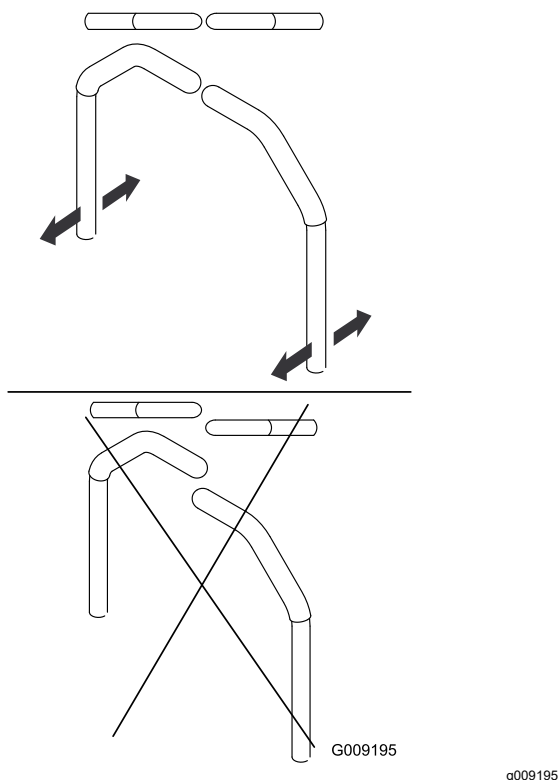

Рисунок 59
3. Отрегулируйте продольное положение рукояток, установив их вместе в НЕЙТРАЛЬНОЕ положение и выровняв по горизонтали (Рисунок 59).